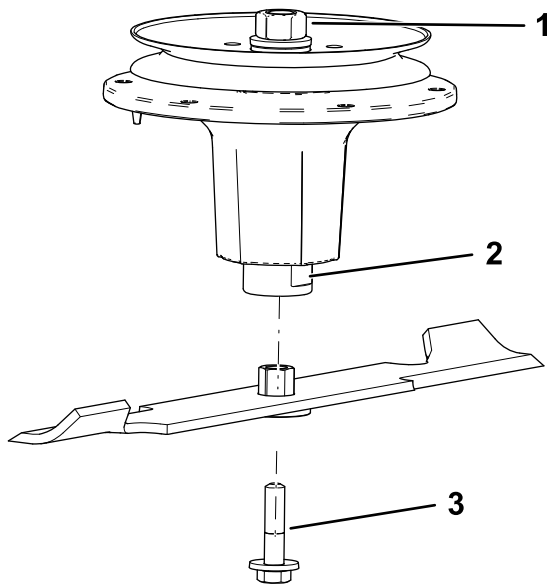

Figura 122
2. Instale o conjunto do casquilho/lâmina no eixo (**Figura 122**).